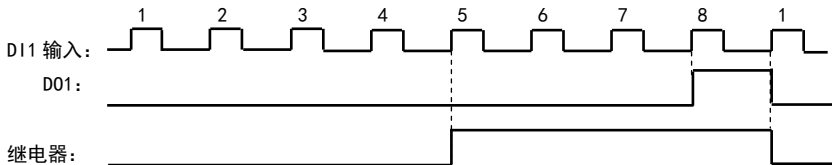

图 5-10 设定计数次数与指定计数次数示意图
- 设定计数次数是指从 DI1 输入多少个脉冲时, 被编程为“设定计数值到达”功能的输出端子 (D01 端子或继电器) 输出一个计数宽度的脉冲。计数值到达“设定次数”后, 计数重新开始。如图 5-10 所示: 若 F313=1、F314=8, F301=8, 当 DI1 输入第 8 个脉冲时, D01 输出一个指示信号。
如图 5-10 所示: 若 F313=1、F314=8, F315=5, F300=9, 当 DI1 输入第 5 个脉冲时, 继电器输出一个指示信号, 直到“设定计数次数 8”到达为止。